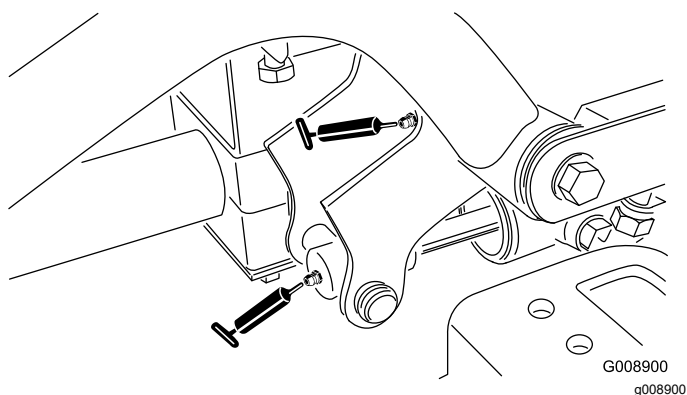

Figura 38
- 2 pivotes de brazo de elevación delantero derecho y cilindro de elevación (Figura 38)